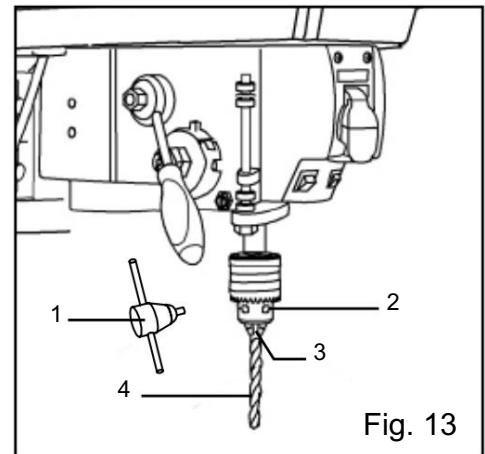

Fig. 13
INSTALLATION D'UN FORET (FIG. 13)
1. Placez la clé du mandrin (Fig. 13 - 1) dans le trou de serrure latéral du mandrin (Fig. 13 - 2), en engrenant la clé avec les dents de l'engrenage.
2. Tournez la clé du mandrin dans le sens inverse des aiguilles d'une montre pour ouvrir les mâchoires du mandrin (Fig. 13 - 3).
3. Insérez un foret (Fig. 13 - 4) dans le mandrin suffisamment loin pour obtenir une adhérence maximale des mâchoires du mandrin sur la tige du foret.